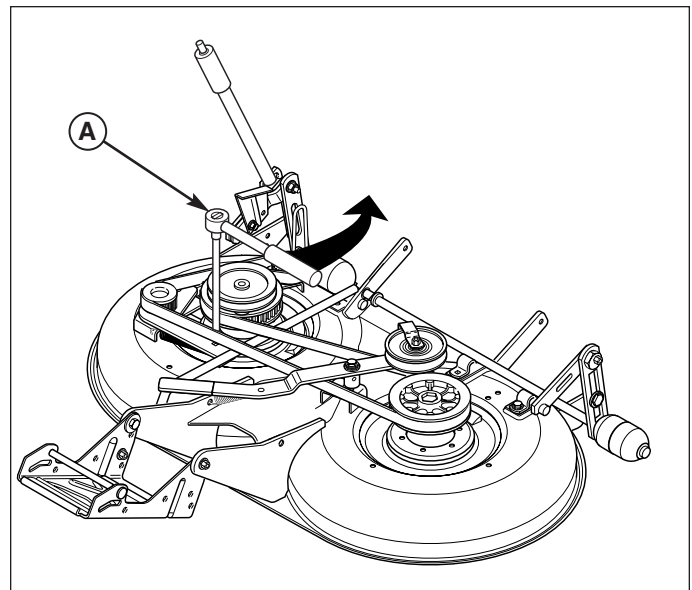

Figure 22. Relâcher la tension de la courroie dentée
4. A l'aide d'une clé à cliquet de 3/8" et d'une rallonge (Figure 22), insérer l'extrémité carrée de la rallonge dans le trou carré (D) et faire tourner le tendeur à ressort (B) pour relâcher la tension de la courroie (C).
5. Retirer la courroie (C) et vérifier qu'il n'existe pas de fissures, de dents manquantes ou de traces d'usure. Remplacer la courroie si elle est usée ou endommagée.
6. Remonter la courroie (C). Relâcher le tendeur (B) pour permettre au ressort de tendre automatiquement la courroie dentée.
7. Serrer la vis à tête du tendeur (A) et remonter les caches de courroie.